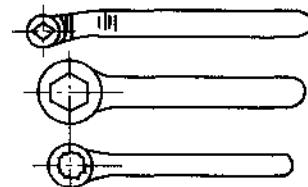

图 1-17 整体扳手
(5) 整体扳手 整体扳手有正方形、六角形、十二角形（梅花扳手）等几种，如图 1-17 所示，其中梅花扳手应用最广泛，能在较狭窄的地方紧固或松开螺栓（螺母）。